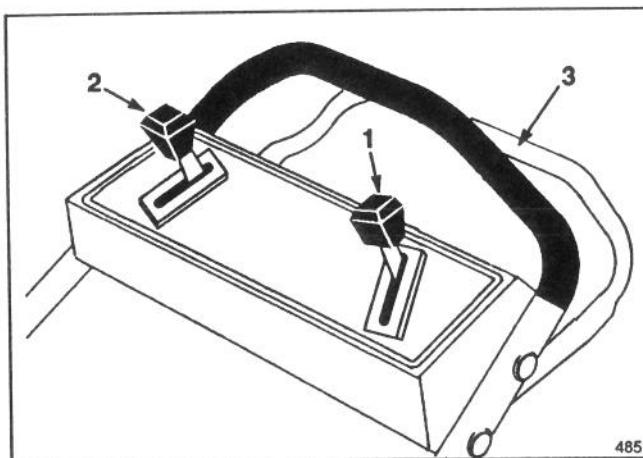
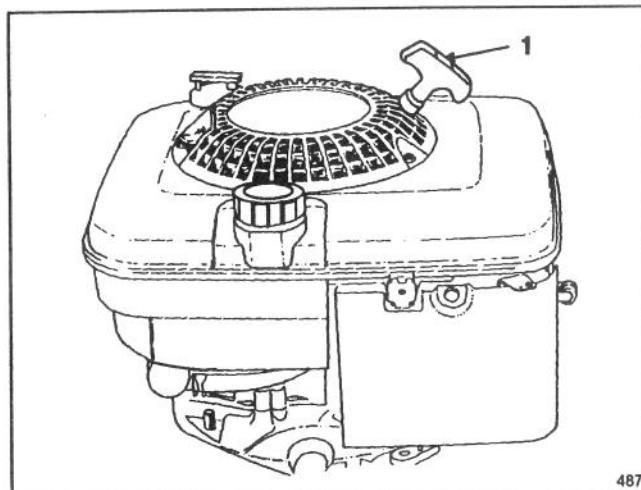

Figure 8
Figure 9
1. COMMANDES – les commandes de vitesse d'avance et d'autotraction se trouvent sur la partie supérieure du mancheron (Fig. 8). Le démarreur à corde est monté sur le dessus du moteur (Fig. 9).
4. VITESSE D'AVANCE (Fig. 8) – La vitesse d'avance varie en fonction de la distance entre la barre de commande et le mancheron. Placer le sélecteur de vitesses sur la position désirée. Les trois chiffres "1", "2" et "3" correspondent respectivement à une avance lente, moyenne et rapide. Pour les travaux de finition ou lorsque l'opérateur quitte la position de conduite le sélecteur de vitesses doit être mis au point mort (position "N").
5. TRACTION DES ROUES (Fig. 8) – Amener la barre de commande en position RUN/SHIFT (marche/embrayage). Placer le sélecteur de vitesses sur la position désirée et presser la barre de commande contre le mancheron pour embrayer.